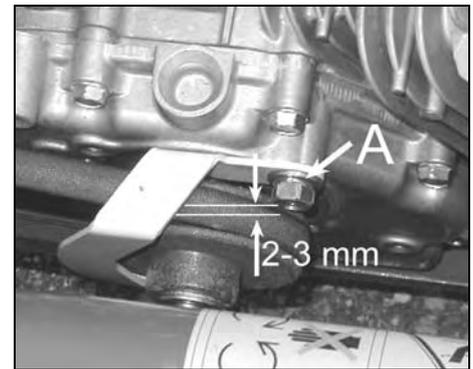

Abb. 25
2. Aktivieren Sie den Kupplungshebel und richten Sie den Keilriemenhalter so aus, dass auf beiden Seiten ein Abstand zwischen Keilriemen und Halter von 2 – 3 mm bleibt (A Abb. 25).